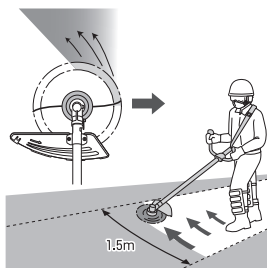

Fig. 14
- Corte la hierba de izquierda a derecha. La hierba cortada se descargará lejos del cuerpo, reduciendo así al mínimo el contacto con la ropa. (Fig. 14)